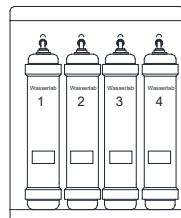

Figura 11.3
- Acceda a la ubicación correspondiente a los cartuchos de resina (Cartuchos [3] y [4]): Los cartuchos se encuentran en el interior del lateral derecho del equipo. Ver Figura 11.3. Retire el panel lateral derecho para acceder a los cartuchos.